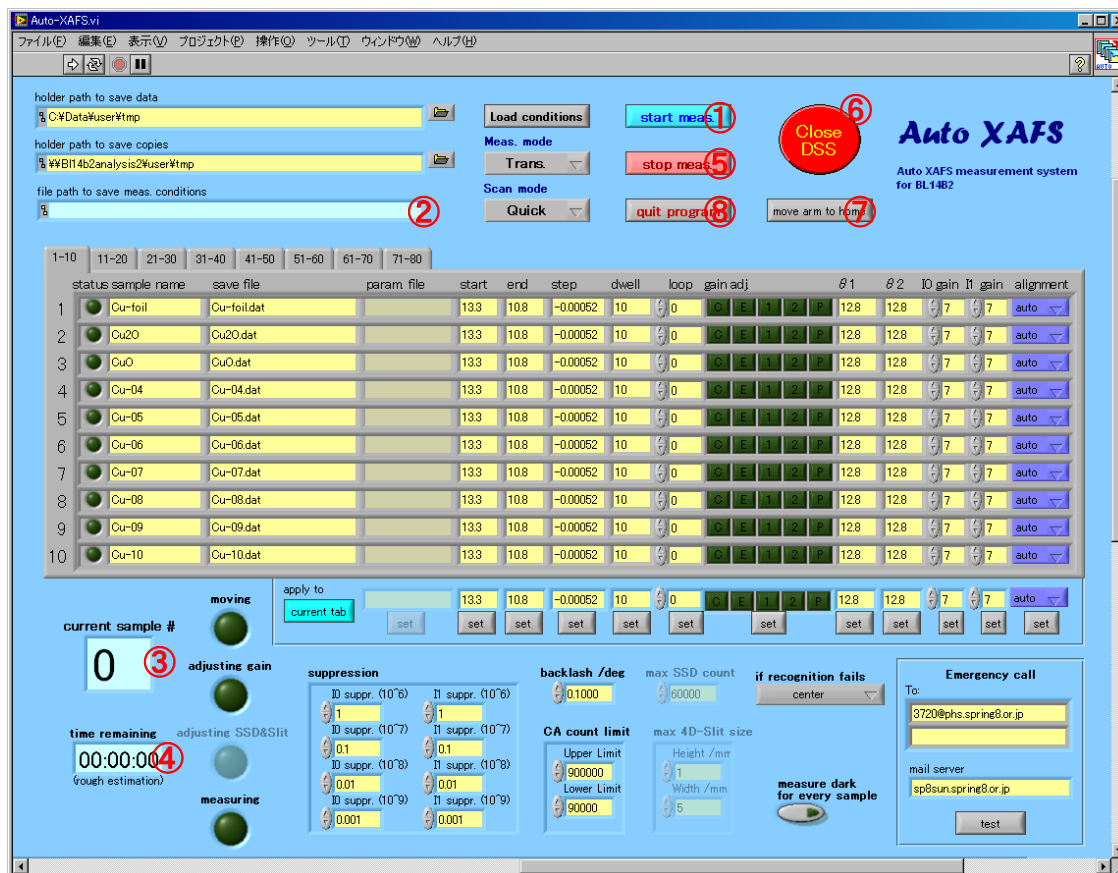

図 4. Auto-XAFS フロントパネル (再掲)
(ア) “start meas.”ボタン（図 4-①）を押す。
- (ウ) 測定条件保存用 Excel ファイル名を指定するダイアログが開くので、ファイル名を指定する。OK ボタンを押すと、自動測定を開始する。Excel ファイルパスは図 4-②に表示される。